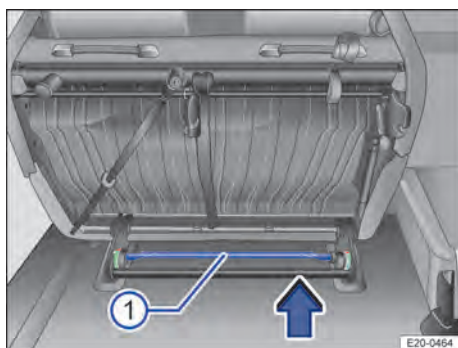
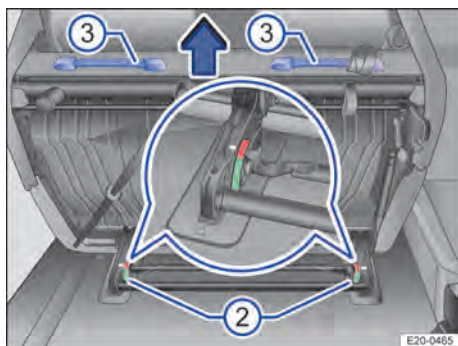

Abb. 75 Zweite Sitzreihe: Zweier-Sitzbank ausbauen.
Abb. 76 Zweite Sitzreihe: Zweier-Sitzbank ausbauen.
3. Gestänge → Abb. 75 (1) so lange in Pfeilrichtung ziehen, bis sich beide Verriegelungsanzeigen → Abb. 76 (2) im roten Bereich befinden.